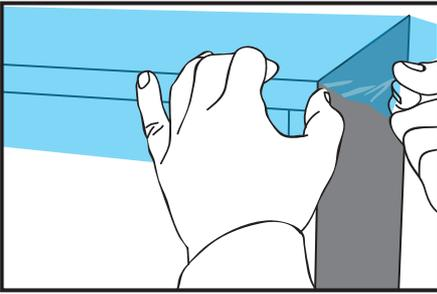

Abbildung 05
- › Verkleben Sie die Folie über eine der Kanten der Platte, indem Sie den Folienrand senkrecht nach unten klappen. (Abb. 05)